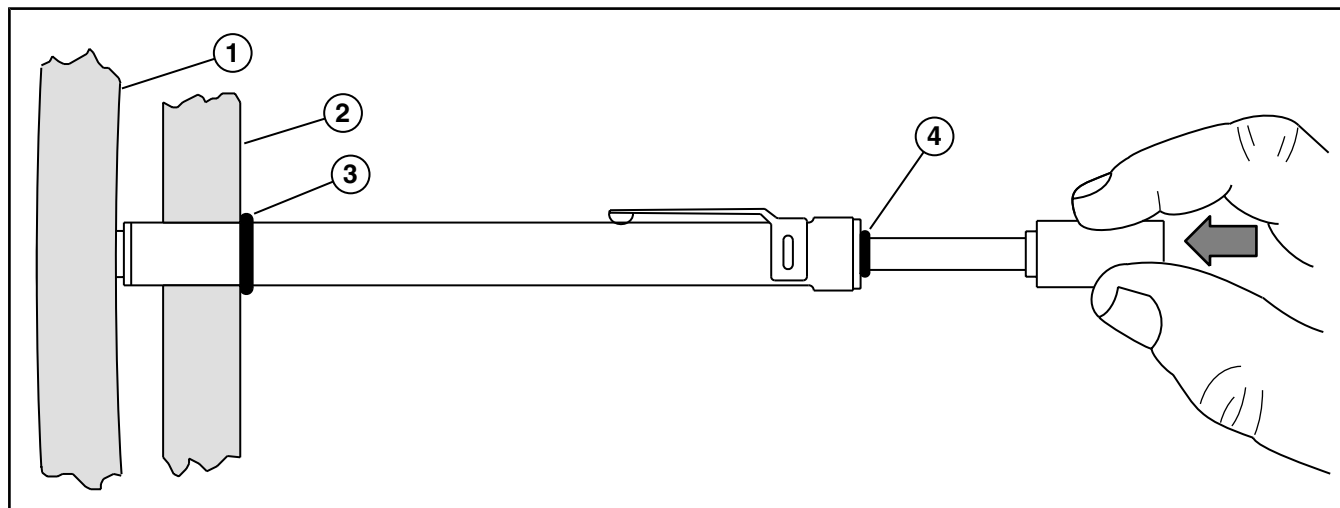

Рисунок 11.10-3: Проверка натяжения приводного ремня генератора переменного тока
- b. Разместите основание крупного уплотнительного кольца (см. Рисунок 11.10-3) на заданной отметке, см. Таблица 11.10-1.